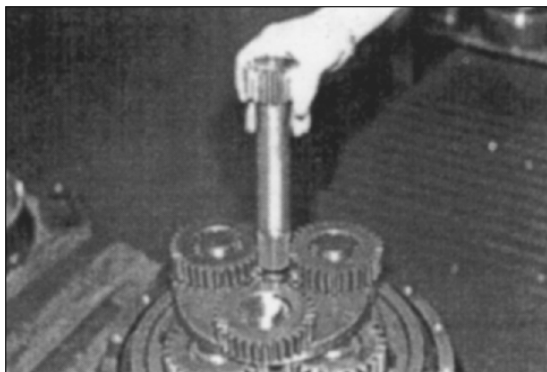

Рис. 80
18. Снимите первое центральное колесо. Рис. 80.